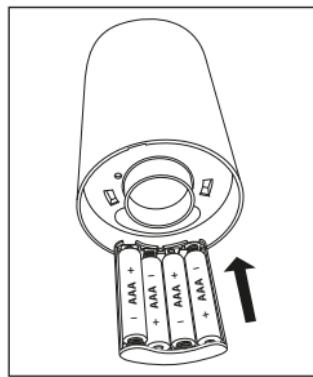

Afb. 2
7. Plaats de sluiting van het batterijvak 13 terug. Draai de sluiting van het batterijvak 13 met de wijzers van de klok mee in de richting van **lock**  tot de beide markeringen ► ◀ tegenover elkaar staan en de sluiting van het batterijvak 13 hoorbaar vastklikt (zie afb. 2).